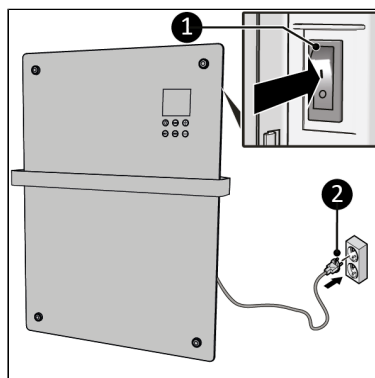

Abbildung 48.
2. Stellen Sie sicher, dass sich der EIN/AUS-Schalter in der AUS-Position befindet (Abbildung 48, Pos. 1).
3. Stecken Sie den Netzstecker (Abbildung 48, Pos. 2) in eine leicht zugängliche geerdete Steckdose. Verwenden Sie eine geerdete Steckdose mit einer Mindestleistung von 1200 Watt.